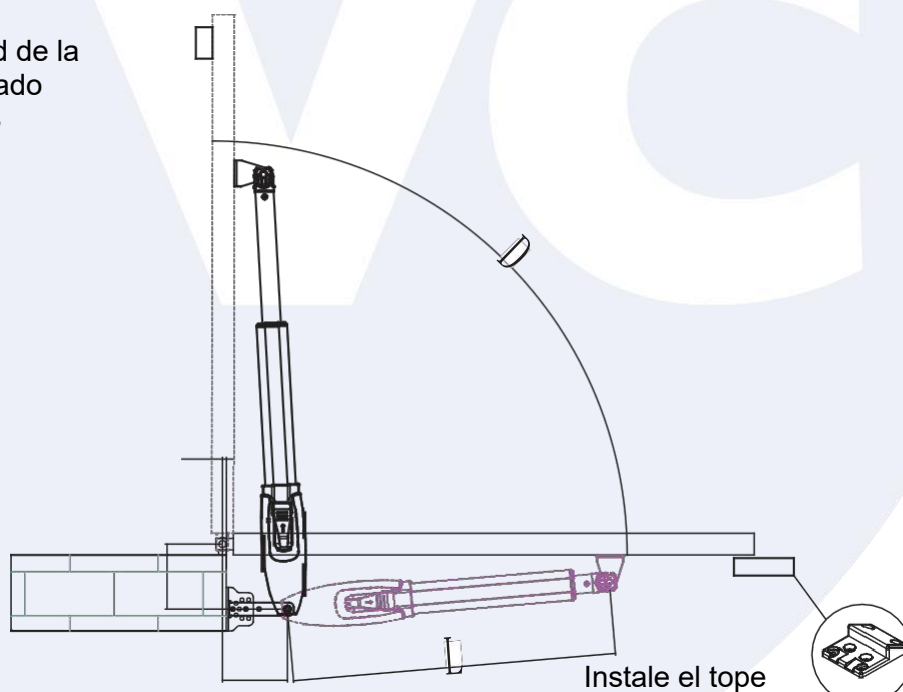

Figura 9
- Por favor, instale un tope de puerta en la posición límite de apertura cuando la puerta se abra hacia fuera para evitar que la puerta se desplace más allá de su recorrido. Esto garantizará la seguridad y protección de las máquinas. Al mismo tiempo, para permitir que las 2 puertas se cierren hasta su posición límite exacta, instale un tope en la posición límite de cierre (como se muestra en la figura 9). Del mismo modo, cuando la puerta se abre hacia el interior, instale un tope en la posición final de cierre (como se muestra en la figura 8).